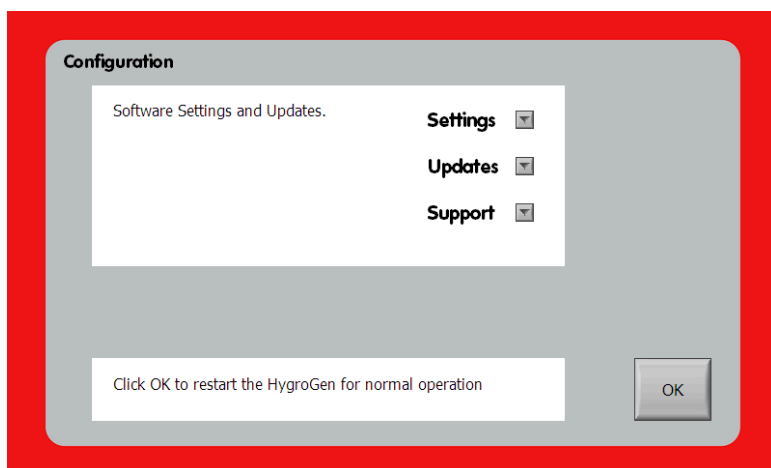

Figure 1 : mode de configuration
- b. Mettez l'appareil en service en appuyant une fois sur l'interrupteur principal (voir figure 1(1) ci-dessus).